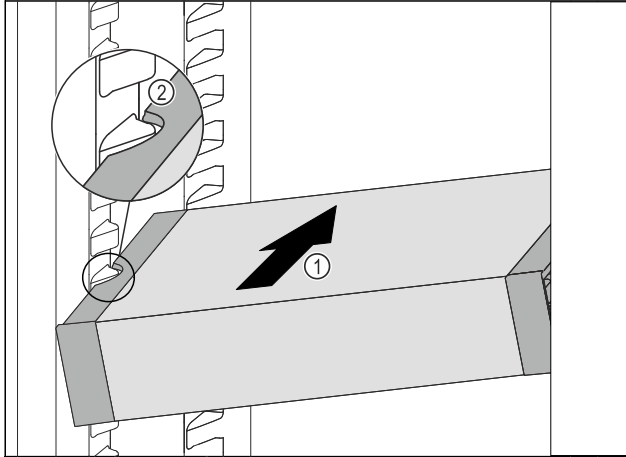

Fig. 129
- VarioSafe gurajte koso u hladnjak Fig. 129 (1) sve dok se bočni otvori Fig. 129 (2) ladice VarioSafe ne nađu na visini žlijeba spremnika u hladnjaku.